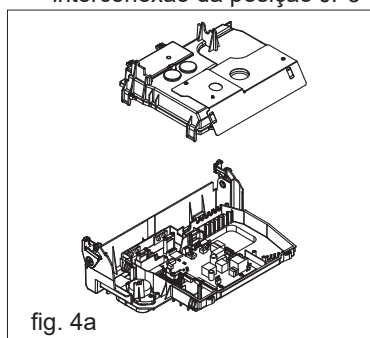

fig. 4a
- retire a tampa da placa de terminais agindo nos ganchos de fixação e depois acesse a placa (fig. 4a)